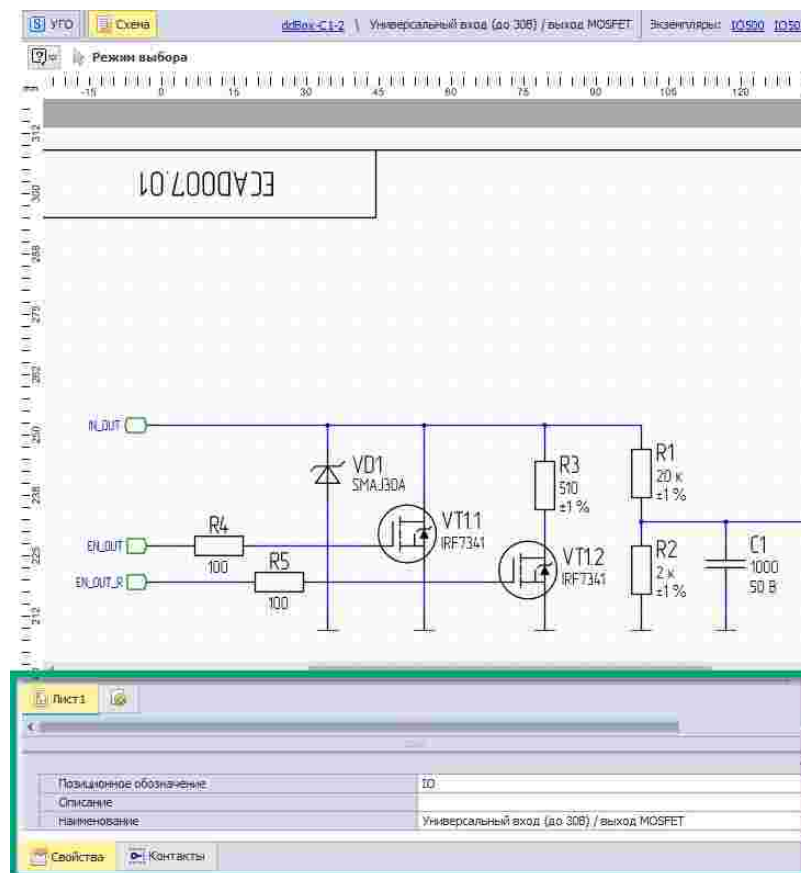

Рис. 258 Свойства блока
- Выводы блока отображаются на вкладке «Контакты», см. Рис. 258.